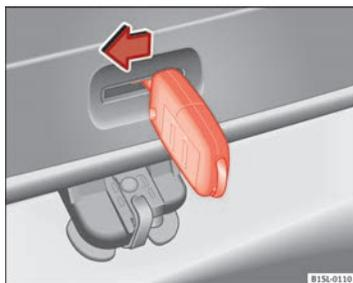

Fig. 130 Desde el maletero: Desbloqueo de emergencia del portón trasero.
- Introduzca el paletón de la llave en la abertura del portón trasero ⇒ fig. 130 y presione la palanca de desbloqueo en el sentido de la flecha para desbloquear el portón trasero. ■